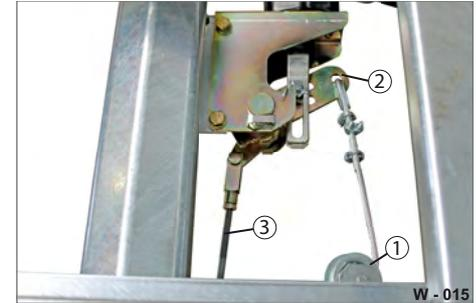

Abb. 15 Übertragungs-Mechanik
- ▶ Schmieren Sie die Umlenkrolle (Abb. 15/1) sowie Reib- und Lagerstellen mit Fett ein.